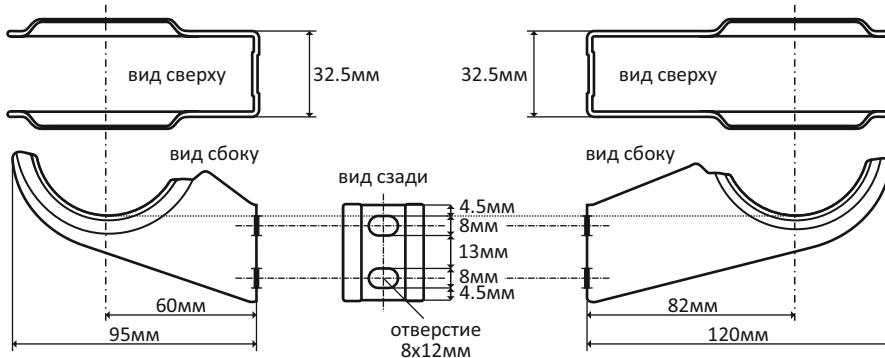

Рисунок 2.1 - Кронштейн 95мм
4.5. Количество рекомендуемых настенных кронштейнов (не входят в комплект) для монтажа к кирпичной или бетонной стене указано в таблице 2. Количество кронштейнов зависит от количества секций. Кронштейны Axxinot производятся под радиаторы Axxinot и спроектированы таким образом, что верхняя часть верхнего отверстия совпадает с кромкой центра полукруглая крюка (см. рисунок 2.1, 2.2, 2.3).